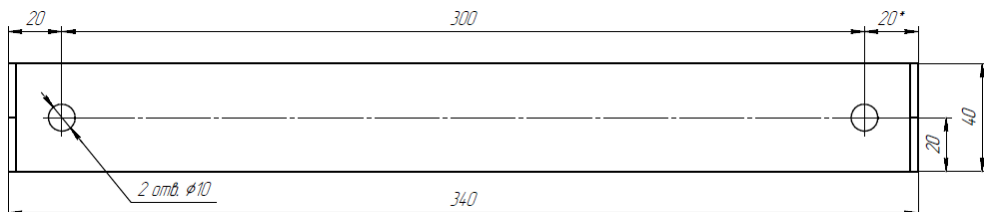

Рисунок 11.
6.1.11 Прибор должен навешиваться на закладную (входит в комплект поставки). Разметку стены под крепление закладной произвести согласно рис. 11.